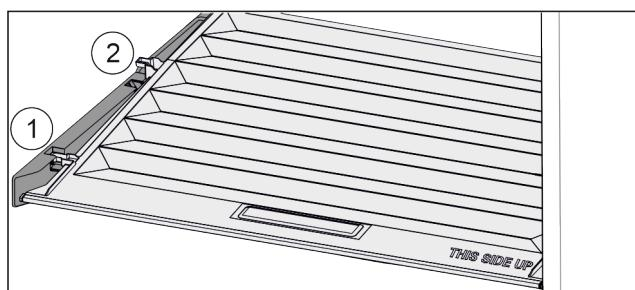

Fig. 21
- Потянуть крышку до отверстия в поддерживающих деталях вперед Fig. 21 (1).
- Поднять сзади снизу и извлечь Fig. 21 (2) движением верх.